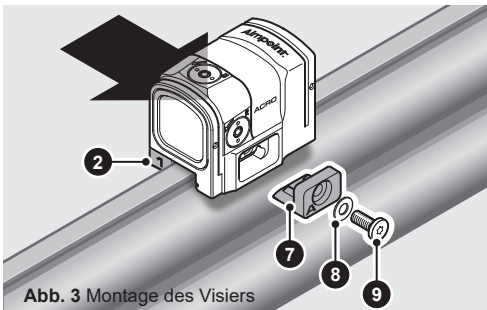

Abb. 3 Montage des Visiers
- a Bringen Sie die Stützgrundplatte (2) (**1 / 2 / 3 / 4**) am Visier an.
- b Bauen Sie die Verriegelungsgrundplatte (7) (**A / B / C / D**), die Unterlegscheibe (8) und die Schraube (9) zusammen, und montieren Sie die Baugruppe am Visier (Schraube nicht ganz festziehen).
- c Platzieren Sie das Visier auf der Laufschiene. Drücken Sie die linke Seite des Visiers (siehe Pfeil in Abb. 3) gegen die Laufschiene, und ziehen Sie die Schraube (9) mit dem Werkzeug (10D) fest, bis sie vollständig angezogen ist (Anziehdrehmoment MAX. 3 Nm). Überprüfen Sie noch einmal, ob die Verriegelungsgrundplatte (7) parallel zum Visiergehäuse sitzt.